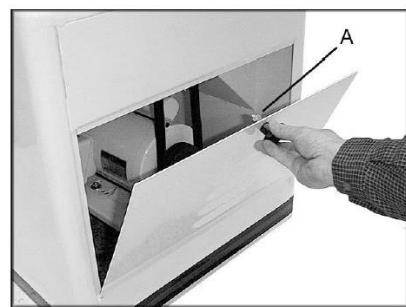

Рис. 8
Установите крышку, установив нижнюю часть панели в нишу в стенде и закрепив ее защелкой (Рис. 8).
- Ослабьте шестигранную контргайку (A, Рис. 8). Поверните защелку на четверть оборота по часовой стрелке, чтобы затянуть, а против часовой стрелки - ослабить.
- Затяните контргайку (A, Рис. 8).